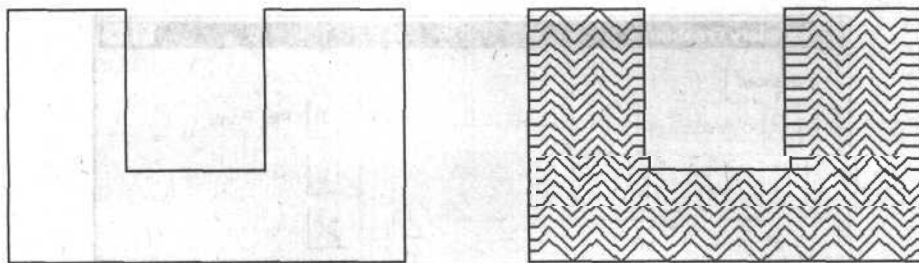

Рис. 8.10. Исходный контур до и после нанесения штриховки линией **ZIGZAG**
8. Щелкните на кнопке **OK** для выхода из диалогового окна **Boundary Hatch and Fill** (Штриховка/заливка по контуру) и нанесения штриховки на выбранный контур (рис. 8.10).